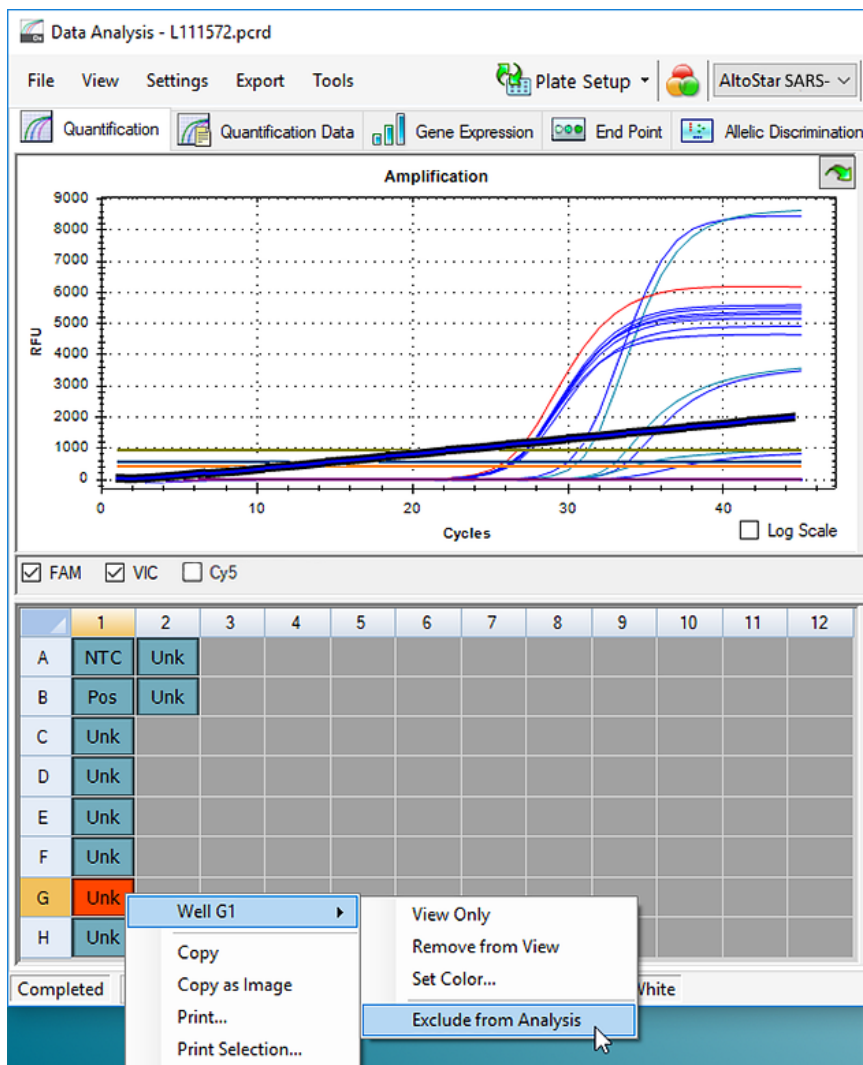

Abb. 7: Fenster Data Analysis (Datenanalyse): Well von der Analyse ausschließen
- Klicken Sie mit der rechten Maustaste auf jedes der betroffenen Wells und wählen Sie **Well...** → **Exclude from Analysis** (Well... → Von der Analyse ausschließen) (siehe Abbildung 7).